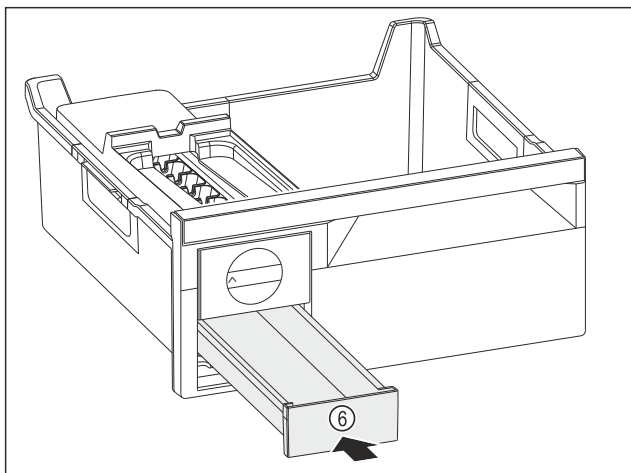

Fig. 81
- ▶ Sett inn isterningsskuffen Fig. 81 (6).